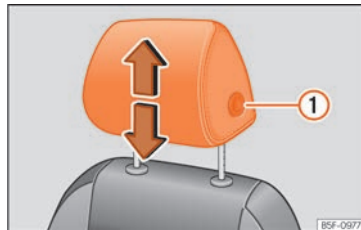
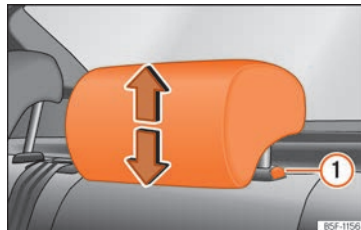

Abb. 75 Vordersitz: Kopfstützeinstellung.
Abb. 76 Kopfstütze hinten: Kopfstützeinstellung.
Sie zum Absenken auf gleiche Weise vor und drücken Sie die seitliche Taste ① »» (Abb. 75) , »» (Abb. 76).